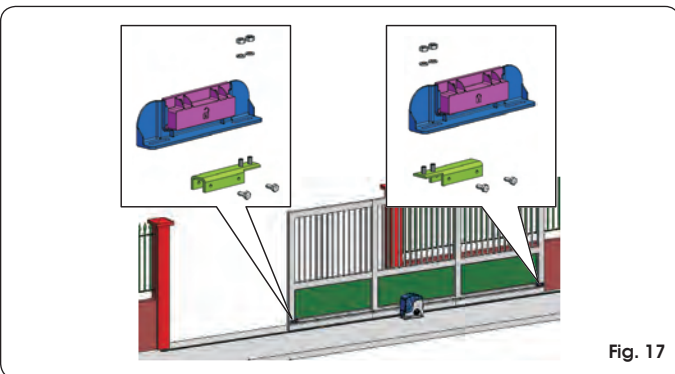

Fig. 17
L'opérateur est muni d'un fin de course magnétique qui commande l'arrêt du mouvement du portail au moment où l'aimant, fixé dans la partie supérieure de la crémaillère, active le capteur. Les aimants fournis avec l'opérateur sont spécialement polarisés et actionnent uniquement un contact du capteur, le contact de fermeture ou le contact d'ouverture. Sur l'aimant qui actionne le contact de portail ouvert est reproduit un cadenas ouvert, vice versa sur l'aimant qui active le contact de portail fermé est reproduit le symbole d'un cadenas fermé (voir Fig. 17).
- ① Assembler les deux aimants d'après la figure 17.
- ② Disposer l'opérateur pour le fonctionnement manuel, d'après le paragraphe 8, et mettre le système sous tension